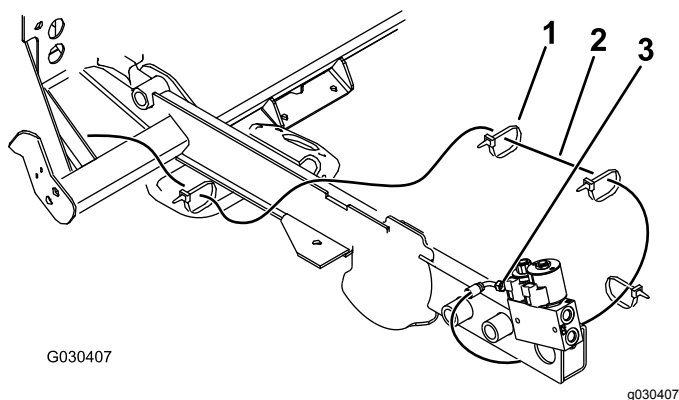

Figura 20
- Disponete il flessibile lungo sotto il telaio del radiatore, sopra la traversa del telaio e lungo la guida del telaio fino alla valvola (Figura 20).
- Fissate il flessibile lungo con 4 fascette per cavi (Figura 20).